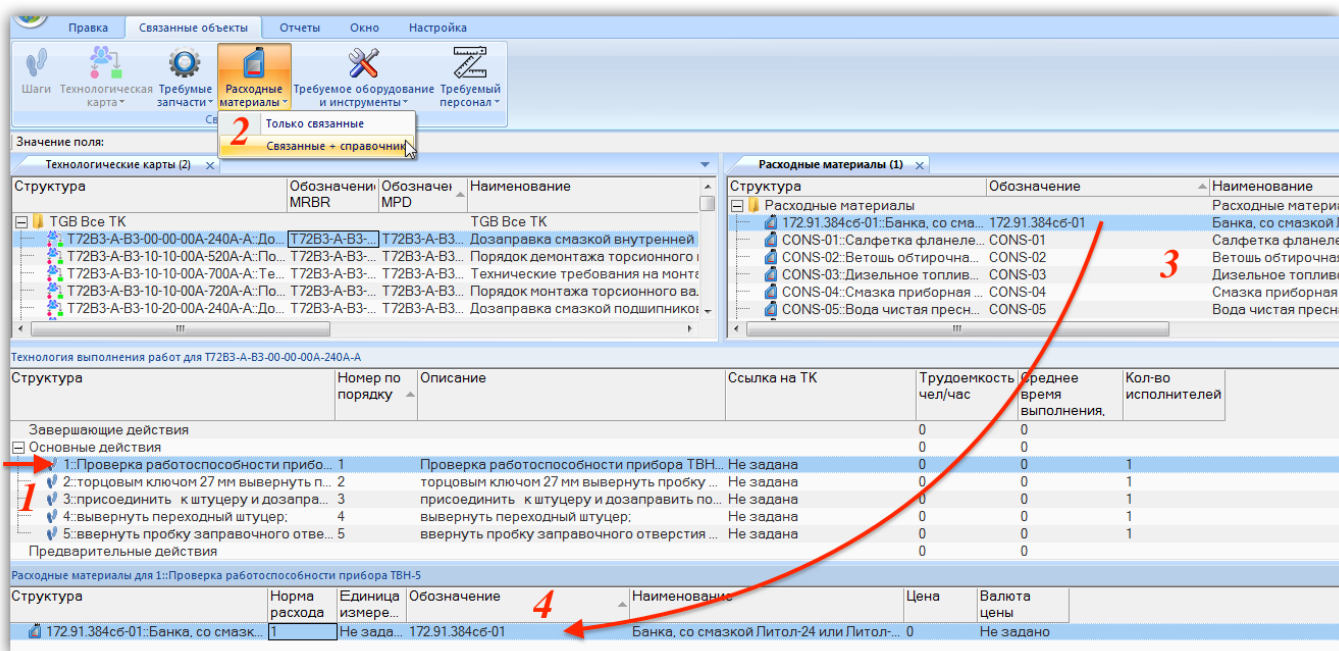

Рис. 17-74 – Расходные материалы для шага технологии
- 1) Выделить шаг технологии в связанном окне «Технология выполнения работ» для техкарты (1 на рис. 17-74).